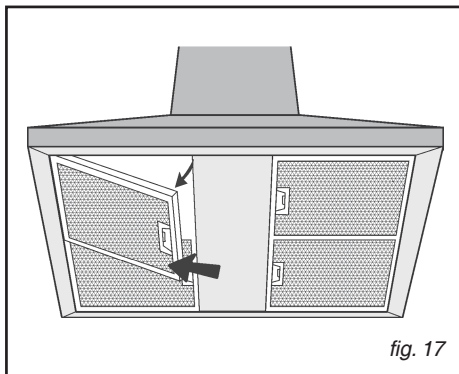

fig. 17
### • Demontering af kulfilter (fig.17)
- Fjern fedtfiltrene (Fig.17): I Tryk på stopmekanismen ud for håndtaget indad og træk filtret nedad.
- Fjern filterholderne M og fjern kulfiltrene (A).